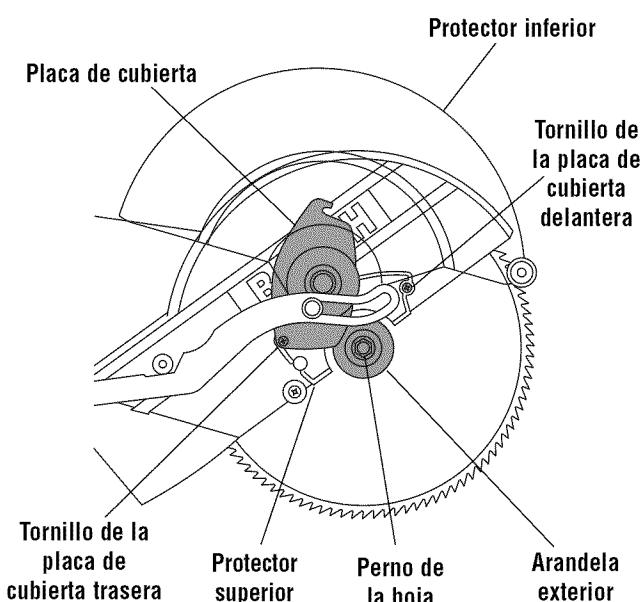

Figura 1. Remoción de la hoja
- Gire el protector inferior a mano. Afloje el tornillo de la placa de cubierta delantera hasta que se pueda levantarla (Figura 1).
- Gire la placa de cubierta en sentido contrario al de las agujas del reloj para que el perno de la hoja quede al descubierto (Figura 1).